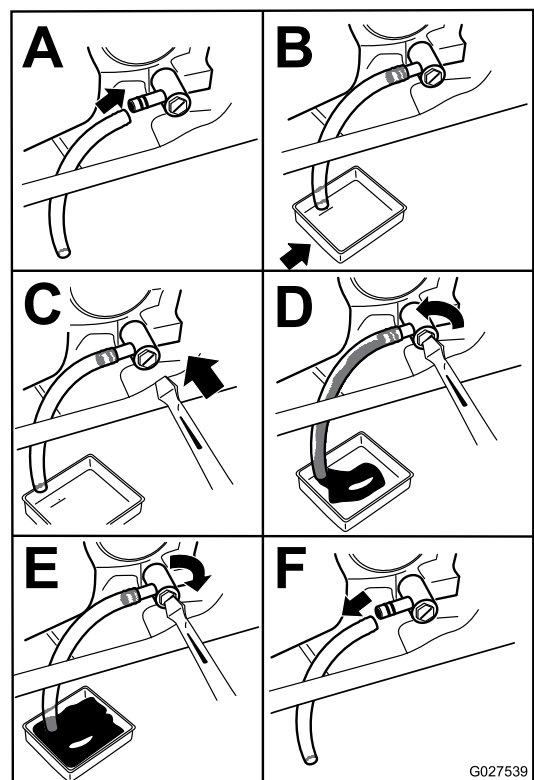

Figura 33
4. Drene el aceite del motor (Figura 33).